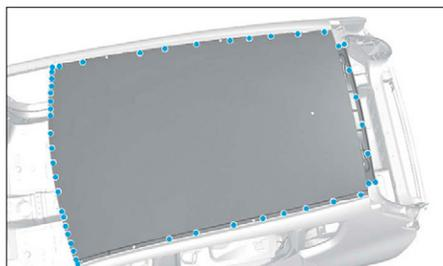

FIG. 126
- Souder par points électriques (Fig.126).